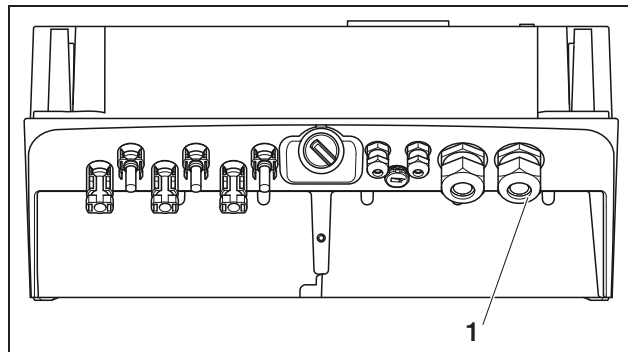

Figure 10: Raccordements au niveau du boîtier
- Tournez le passe-câbles à vis destiné au câble d'alimentation secteur pour l'ouvrir (1 à la figure 10).